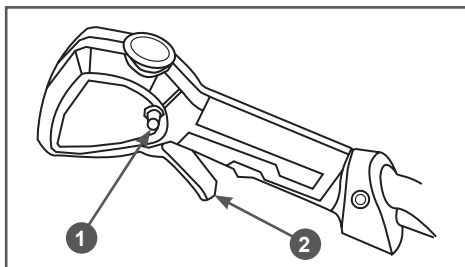

Рис. 7 Расположение органов управления на задней рукоятке
1. Нажмите и удерживайте кнопку 1 (Рис.7) блокировки рычага включения, после чего нажмите рычаг включения 2 (Рис. 7), триммер включится, триммерная головка начнет крутиться.